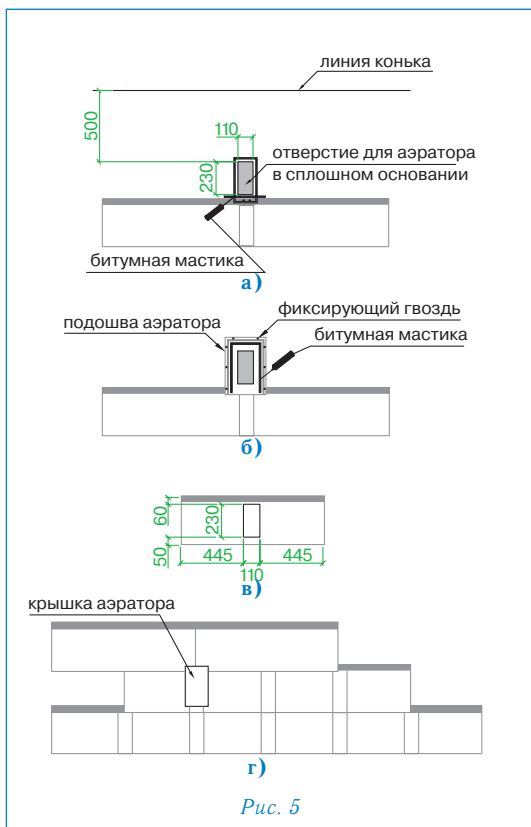

Рис. 5
Установка аэратора (рис. 5)
- В сплошном основании кровли прорезается отверстие 11×23 см, расположенное согласно рис. 5а;
- корпус аэратора устанавливается поверх отверстия и фиксируется гвоздями из нержавеющей стали; по верхней и боковым сторонам подошвы корпуса также наносится битумная мастика (рис. 5б);
- далее укладывается очередной ряд черепицы; подошва аэратора при этом закрывается листом с заранее прорезанным в нем отверстием (рис. 5в);
- на корпус аэратора устанавливается крышка, которая фиксируется нажатием (до щелчка) (рис. 5г).
- В сплошном основании кровли прорезается отверстие 11 × 23 см, расположенное согласно рис. 5а;